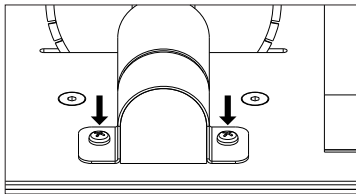

Fig. 05
- ▶ Com uma chave philips média, remova os dois parafusos indicados (fig. 05);